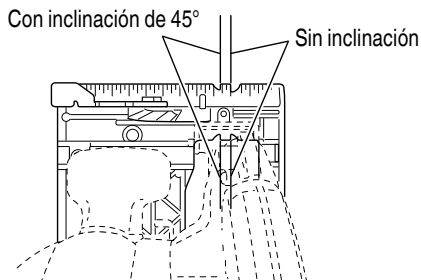
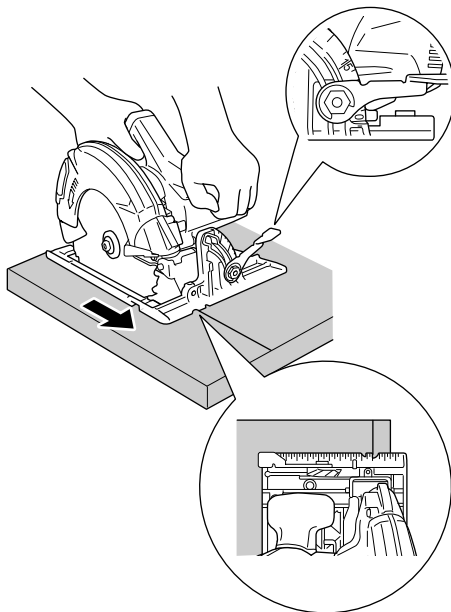
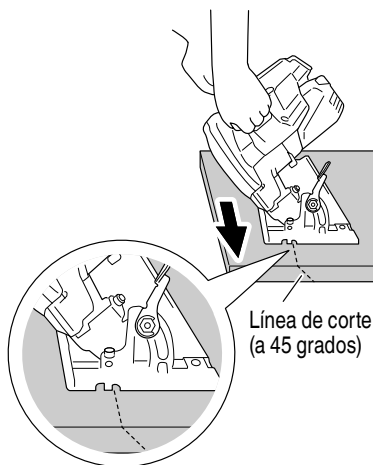

Fig. 31
Fig. 32
Fig. 33
- (1) Coloque la base en el material, alinee la línea premarcada con la hoja de la sierra utilizando la muesca de referencia situada en la parte delantera de la base (Fig. 31).
- (2) Cuando la base no está inclinada, use el lado derecho de la muesca (Fig. 31, Fig. 32).
Si la base está inclinada (45 grados), use el lado izquierdo de la muesca (Fig. 31, Fig. 33).
4. Inclíne la sierra hacia adelante y alinee la ranura (Fig. 31) con la línea guía premarcada.